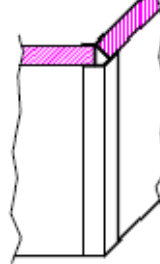
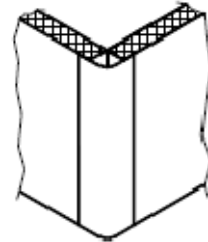

Fig. 3
Fig. 4
- Skjøtelist 135° / 45° (vendbar) benyttes mellom 2 sokkelbord i et hjørne med vinkel 135° eller 45° (fig. 3). Til 90° hjørne benyttes 90° skjøtelist (fig. 4).